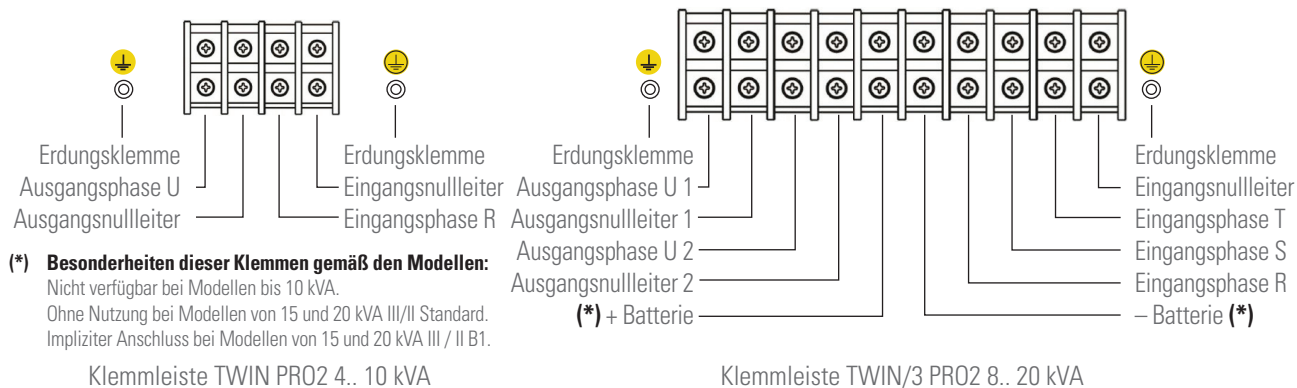

Abb. 17. Anschlussklemmleiste.
- Die Eingangskabel an den entsprechenden Klemmen gemäß der Konfiguration des vorhandenen Geräts anschließen [siehe Abb. 17].
- Die Verbraucher an die Ausgangsklemmen oder an den Ausgang 1, U und N **anschließen, wobei die Reihenfolge der Phase und des Neutralleiters** zu beachten ist, die auf der Gerätekennzeichnung und in diesem Handbuch angegeben ist [siehe Abb. 17]. Ansonsten können Störungen und/oder Ausfälle an der USV und/oder am Verbraucher oder an den Verbrauchern auftreten.
- Die Verbraucher an die Ausgangsklemmen 2, U und N **anschließen, wobei die Reihenfolge der Phase und des Neutralleiters zu beachten ist**, die auf der Gerätezeichnung und in diesem Handbuch angegeben ist [siehe Abb. 17]. Ansonsten können Störungen und/oder Ausfälle an der USV und/oder am Verbraucher oder an den Verbrauchern auftreten.